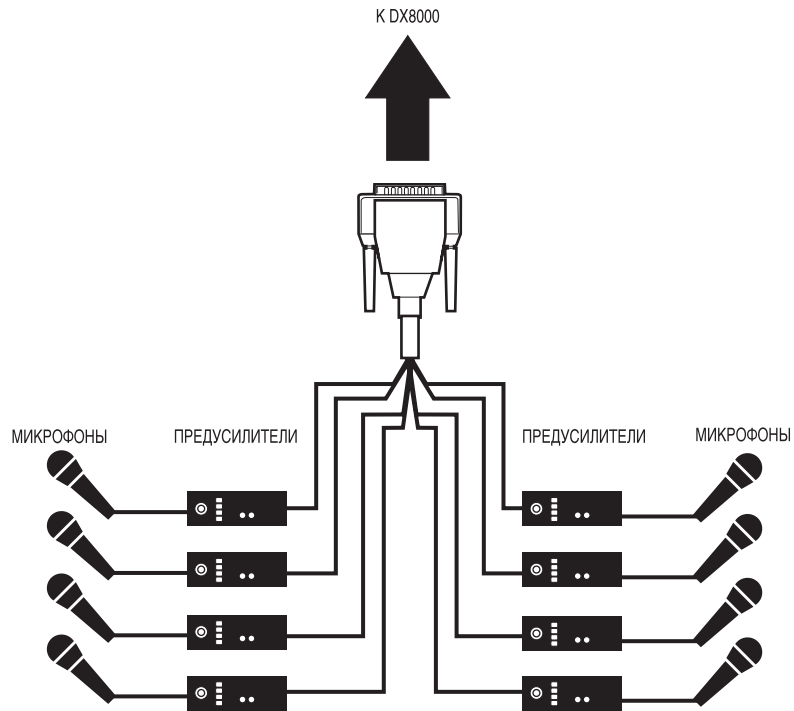

Рисунок 71. Пример конфигурации аудио разъема
2. Подключите каждый из восьми аудиоразъемов типа RCA к линейному источнику звука (коэффициент усиления +4 дБ). См. Рисунок 71.